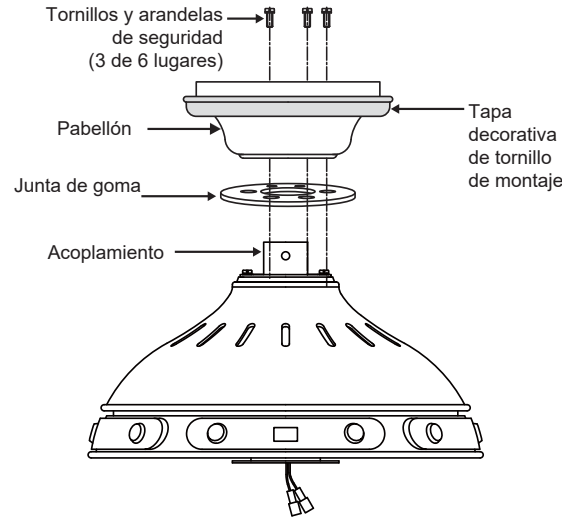

Fig. 9
Paso 1. Retire tres de los seis tornillos y arandelas de seguridad (cada uno) del collar en la parte superior del conjunto del motor. Coloque el dosel del ventilador de techo y la junta de goma sobre el collar y alinee los orificios de montaje con los orificios del collar. Fije el dosel y la junta de goma con los tres tornillos y las arandelas de seguridad que retiró anteriormente. (Fig. 9)